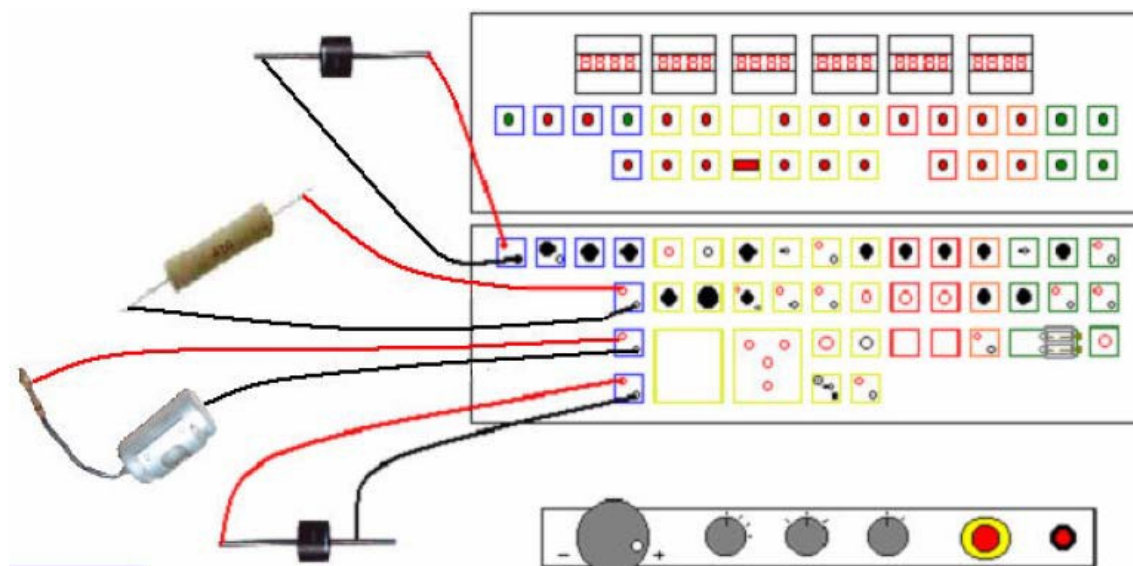

Рис. 11.
5.0 Тестирование параметров mA-Ohm-одиночных диодов и качества изоляции (сверьтесь с Рис. 11)